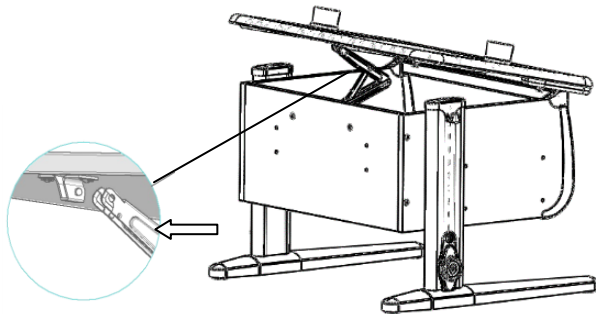

Рис. 24
5.6.2 Фиксатор столешницы Multiflex верхней частью ввести в кронштейн верхний, согласно рис. 24.